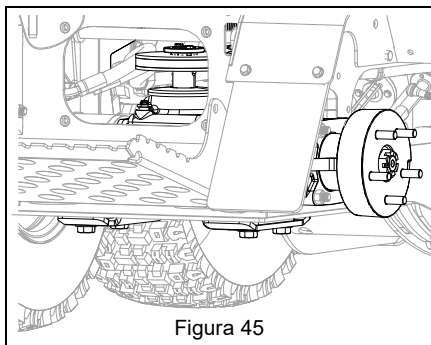

Figura 45
3. Smontare il gruppo ruota posteriore destro. Vedere Figura 45.